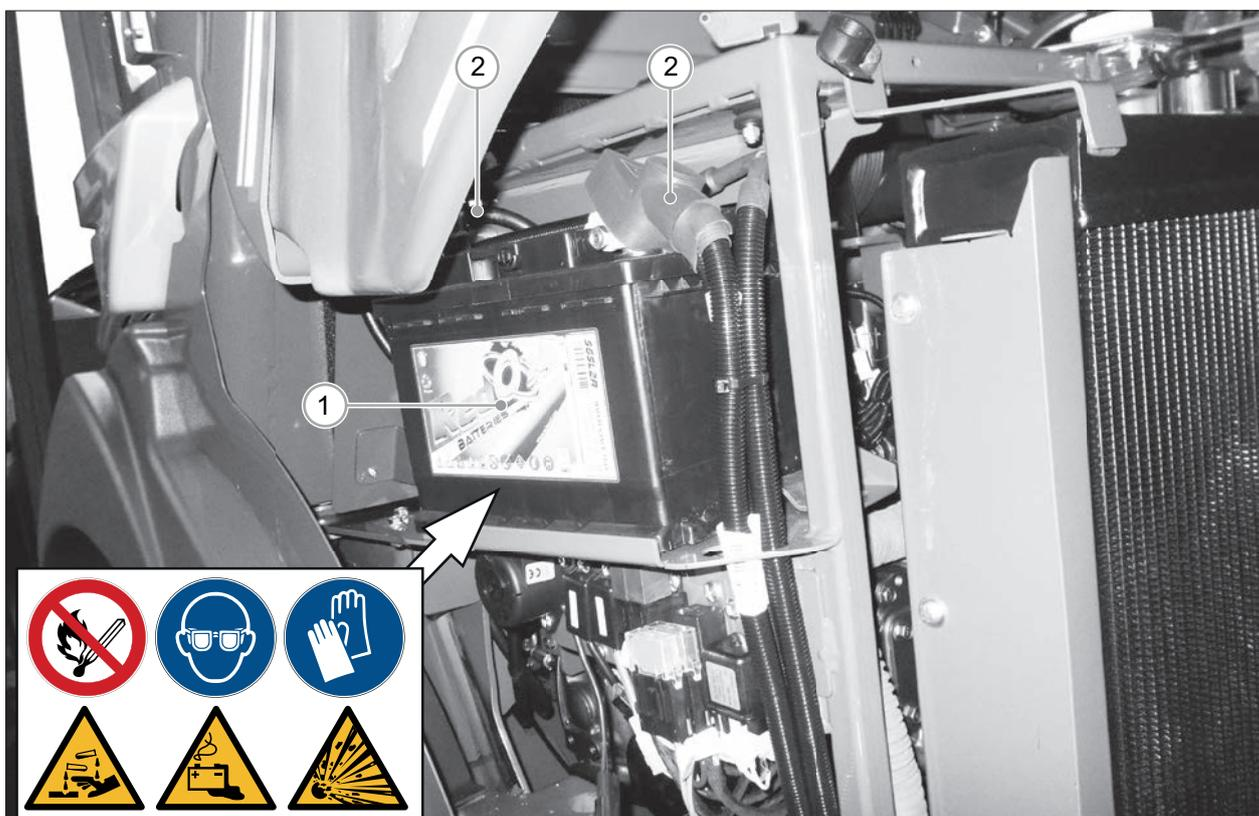

РИС. 53
- Аккумулятор (РИС. 53 – Сс. 1) не поврежден, утечки отсутствуют.
- Проверьте соединения силового кабеля (РИС. 53 – Сс. 2 - 3) на предмет следов утечек, коррозии или повреждений.